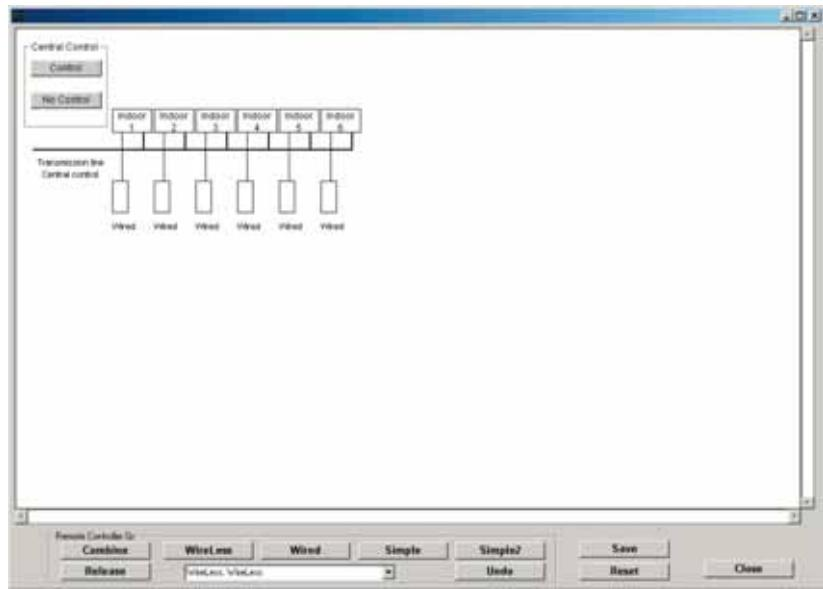

Рис. 6.6.1
При нажатии на кнопку "Присвоить ПДУ" (RC Assign) (3) откроется окно для присвоения параметров (рис. 6.6.1).
Для выбора беспроводных (Wireless), проводных (Wired) и упрощенных (Simple, Simple 2) пультов ДУ следует нажать на соответствующую кнопку и разместить устройство в синей области (рис. 6.6.1). Для одного внутреннего блока можно задавать до 2 ПДУ.